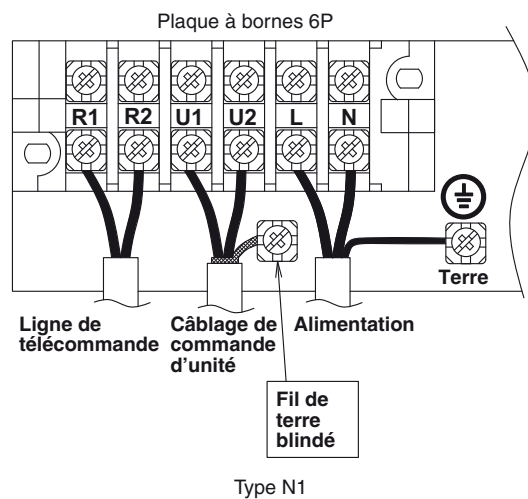

Fig. 4-2
- (1) Voir la Section « 4-2. Longueur et diamètre de fil recommandés pour système d'alimentation » pour l'explication de « A », « B », « C », « D » et « E » sur les schémas ci-dessus.
- (2) Le diagramme de connexion de base de l'unité intérieure montre les plaquettes à bornes, ainsi les plaquettes à bornes de votre équipement peuvent différer du diagramme. (Fig. 4-2)
- (3) L'adresse du circuit réfrigérant (R.C.) doit être fixée avant la mise sous tension.
- (4) Pour le paramétrage de l'adresse R.C, voir les instructions d'installation livrées avec la télécommande (en option).